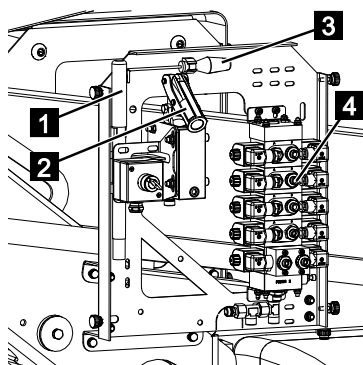

Abb. 112
3. Den Handpumpenhebel (Abb.112/1) herausnehmen und in die Handpumpe (Abb.112/1) eindrehen.
4. Das gewünschte Ventil am Ventilblock (Abb.112/4) durch eindrücken mit dem Bedienhebel (Abb.112/3) betätigen und gleichzeitig mit der Handpumpe pumpen.